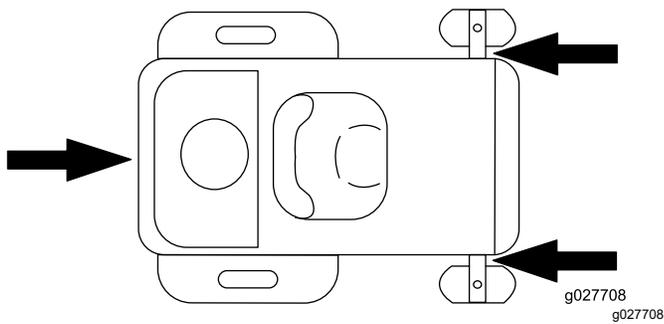

Figura 30
- Prenda muito bem a máquina ao atrelado ou carrinha com tiras, correntes, cabos ou cordas. Utilize apenas os pontos de fixação no cortador como se mostra na Figura 30. Utilize estes locais mesmo quando transportar o cortador com um acessório instalado. Utilizar locais não indicados pode causar danos ao cortador e/ou acessório.